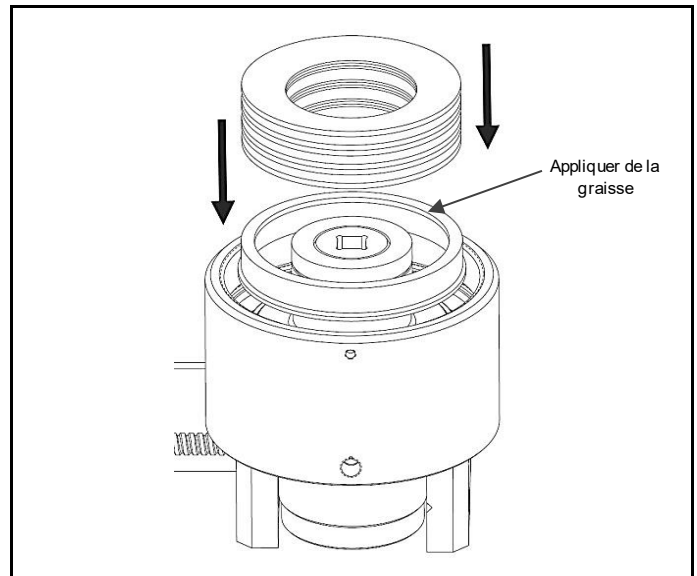

Fig. 4.6 Introduire l'insert à ressorts et les ressorts à disques, en veillant à les empiler correctement
- Assurez-vous de bien reproduire l'ordre d'empilage des ressorts à disques. (Fig. 4.6)